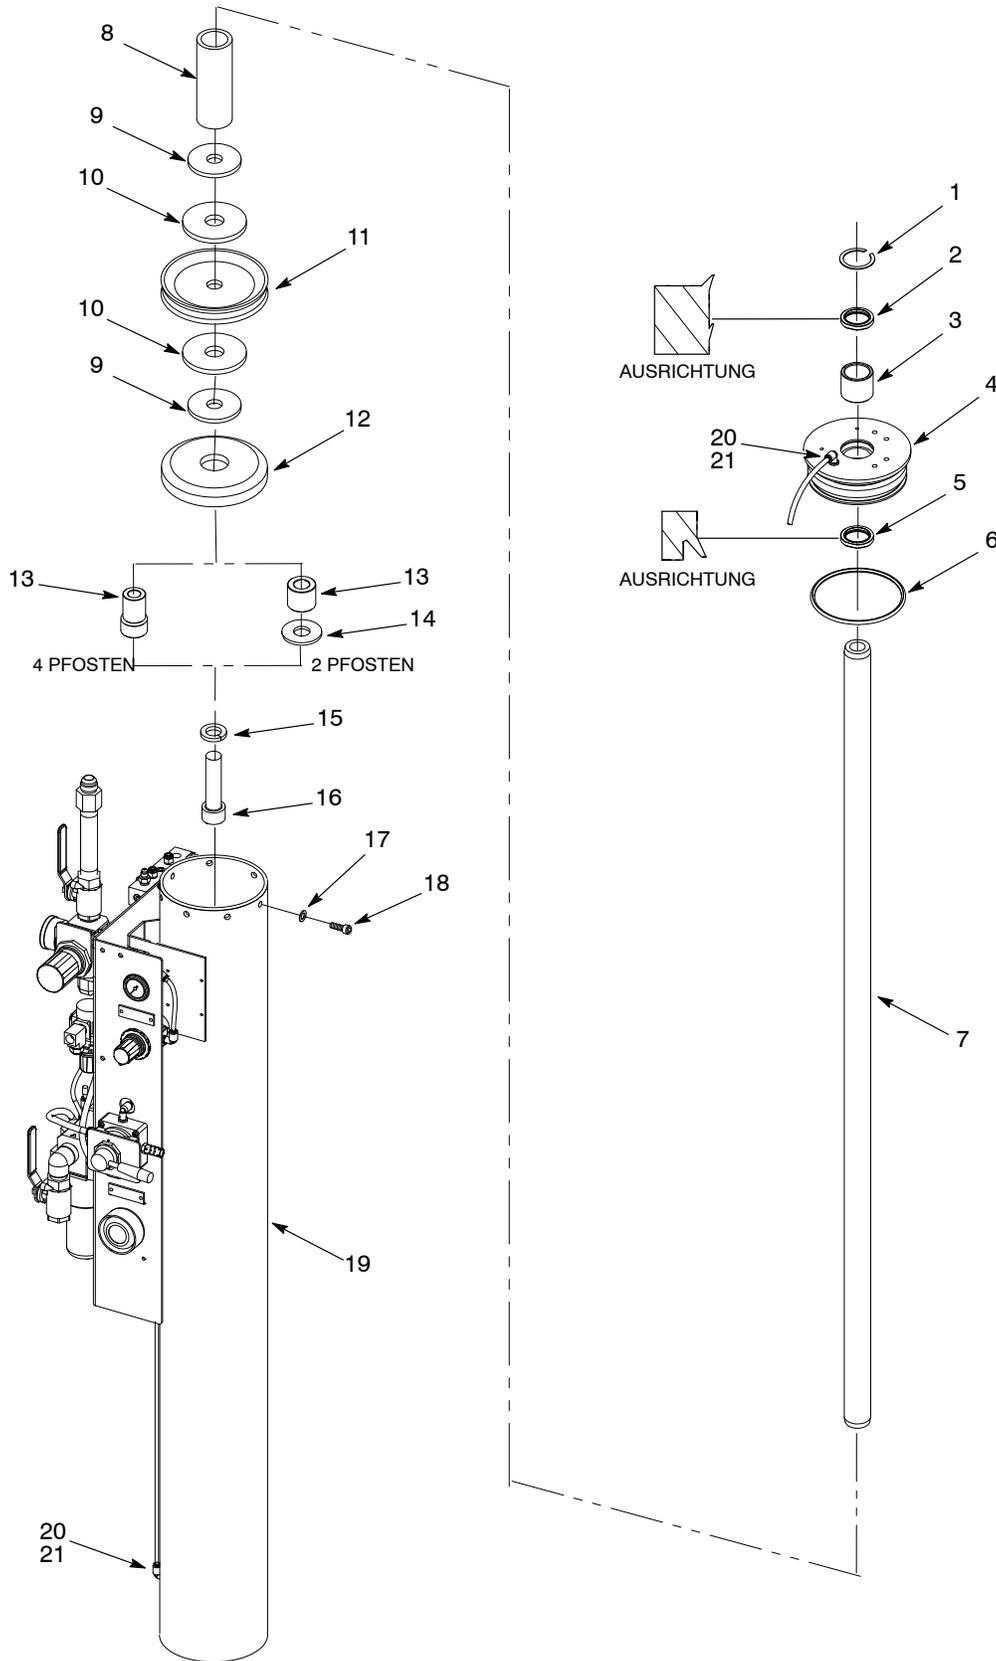

Abb.3 Zylinder am großen Rahmen überholen
- Siehe Abbildung 3. Folgende Teile von jeder Zylinderstange (7) abnehmen:
- Stangenschraube (16)
- Sicherungsscheiben (15)
- Unterlegscheiben (14)
- unteres Kolbendistanzstück (13)
- Kolbenführungsscheibe (12)
- Kolbenhilfsplatte (9)
- Dichtungen (10)
- Kolbendichtung (11)
- Kolbenanschlag (8)
- Den Zylinderkopf (4) von jeder Zylinderstange (7) abnehmen.
- Siehe Abbildung 3. Die Innenwände der Luftzylinder (19) reinigen. Sofort etwas O-Ring-Gleitmittel auftragen, um Korrosion zu verhindern.
- Die Zylinderköpfe (4) und Zylinderstangen (7) reinigen.
- Die Dichtungen (5 und 11), Abstreifer (2), Lager (3), O-Ringe (6) und Dichtungen (10) ersetzen.
- Siehe Abbildung 3. Die folgenden Neuteile mit Rohvaseline fetten und in jedem Zylinderkopf (4) installieren:
- Stangendichtung (5)
- Lager (3)
- Abstreifer (2)